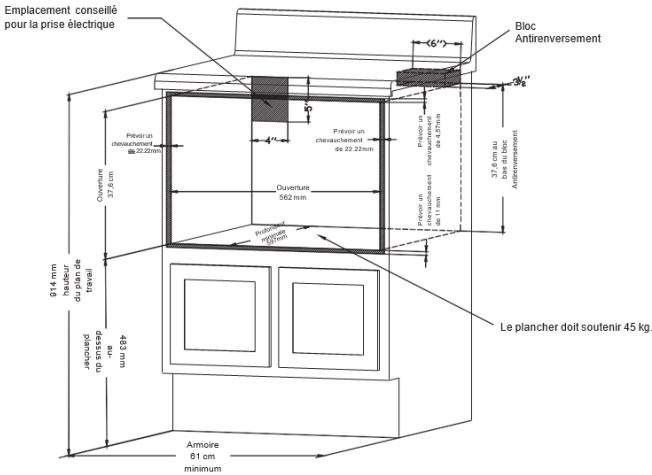
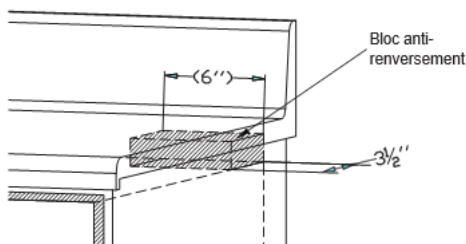

Figure 1
Figure 3
- Utilisez les dimensions illustrées à la figure 1. Les dimensions indiquées fournissent l'espacement minimal. Repérez la prise électrique dans la zone hachurée et dans le coin supérieur gauche de la découpe. Voir la Figure 3.
Les figures 1 et 2 fournissent de nombreuses mesures du micro-ondes à tiroir données à titre de référence pour choisir l'emplacement d'installation du tiroir. Ce micro-ondes à tiroir peut être installé sous un four électrique ou à gaz.
Voir les figures 1 et 3. Le bloc anti-renversement empêche les blessures graves qui pourraient résulter de la projection de liquides chauds.